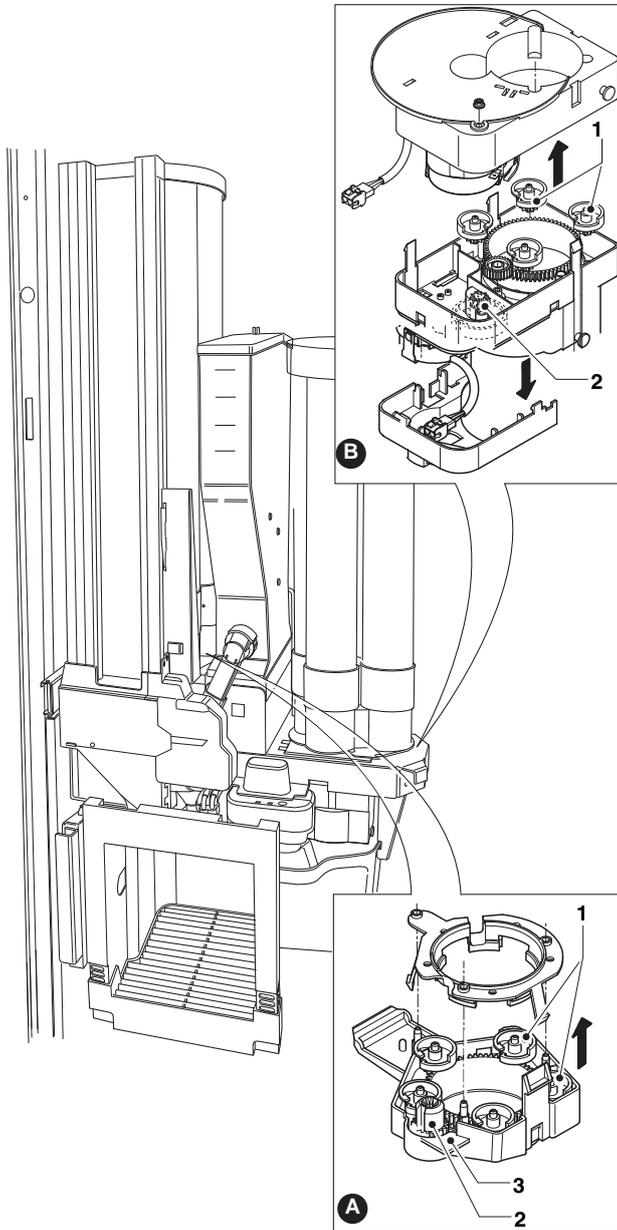

Abb. 36
- zum Ausbau die Flügelräder festhalten und abziehen (siehe Abb. 36);